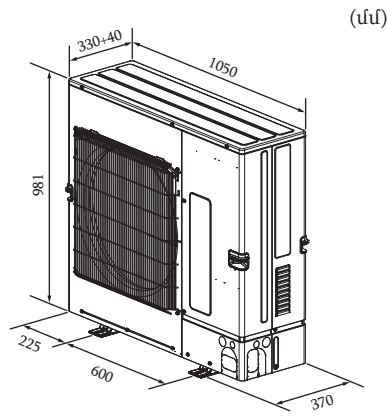

Fig. 2-3
2.3. Եզրագծային չափսեր (Արտաքին բլոկ) (Fig. 2-3)